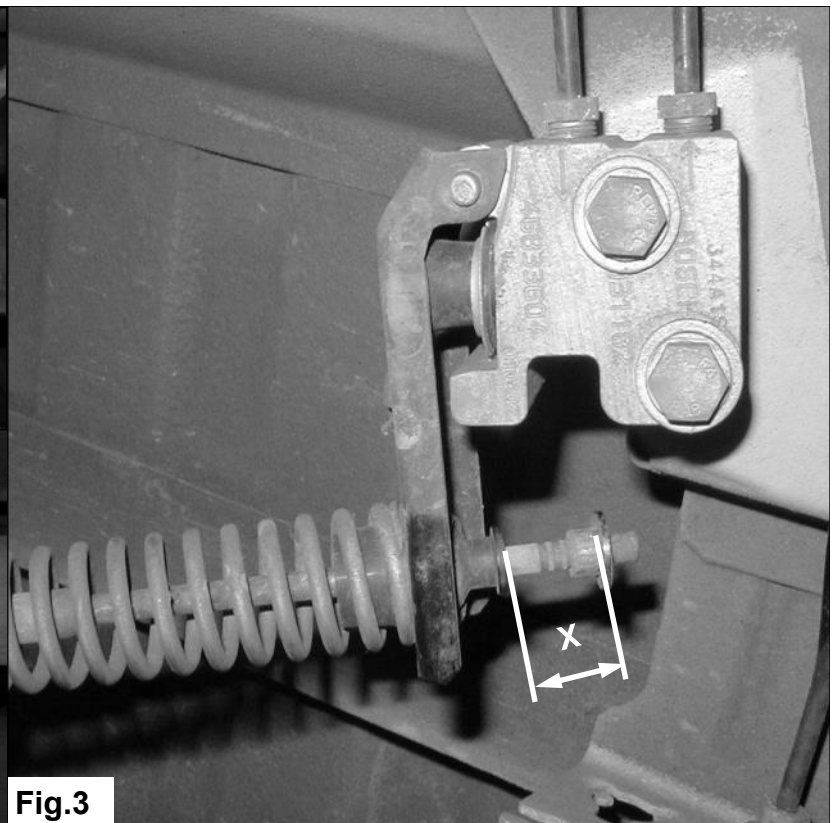

Fig.3
4. Ajoutez **deux mm** à la **valeur X** préalablement mesurée et réglez à nouveau la nouvelle **valeur X** +/- 0,2 mm. Voir fig. 3. Le réglage se fait au moyen de la pièce coulissante 2.
1. **Innan montering av mad fjädrarna så måste X-värdet mätas. Se fig 3.**